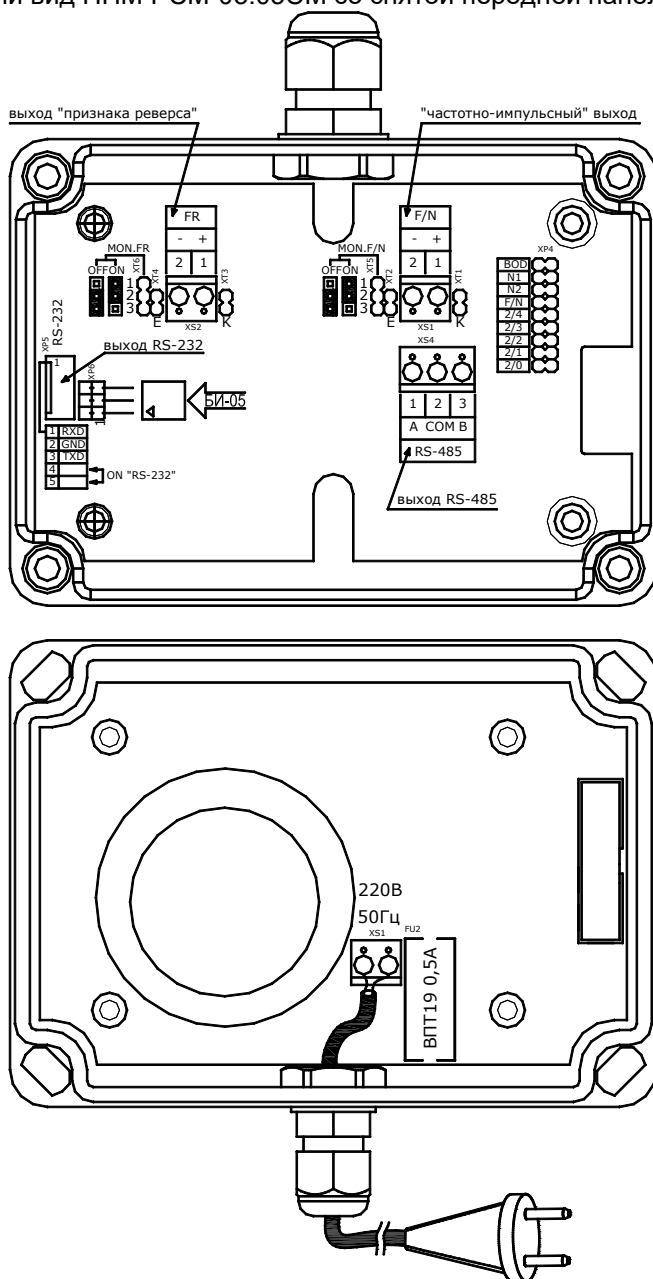

Рис. 8.7
8.4.1 Для проведения монтажа необходимо отвернуть 4 винта на передней панели ППМ и снять переднюю панель. После этого освобождается доступ к разъемам и клеммникам для подсоединения внешних цепей (см. рис. 8.7).
8.6.2 Проверить правильность монтажа электрических цепей в соответствии с рис. 8.7.
8.6.7 Для визуального просмотра измеренных параметров информация из расходомера может быть считана по последовательному интерфейсу RS-485 или RS-232C. Для работы по последовательному интерфейсу RS-485 (RS-232C) необходимо снять переднюю панель расходомера, активировать нужный тип интерфейса (RS-485 или RS-232C) и подключить к разъёму RS-485 (RS-232C) кабель для связи с периферийными устройствами: IBM совместимым компьютером, контроллером, индикатором БИ-05 и т.д. (см. рис. 8.7). При работе по интерфейсу RS-485 подключение к компьютеру следует осуществлять через интерфейсный адаптер. Скорость обмена с расходомером может принимать значения 9600 или 57600 бит/сек.
Выбор интерфейса обмена осуществляется путём установки/снятия джампера на контакты **4-5 (ON RS-232)** (поле **XP5**, см. рис. 8.7):
Осуществляется путём установки/снятия джампера **BOD** (поле **XP4**, см. рис. 8.7):
Осуществляется путём установки/снятия джампера **F/N** (поле **XP4**, см. рис. 8.7):
8.10.1 Конфигурация выходного каскада выбирается путём установки/снятия джамперов **XT1**, **XT2** на плате коммутации (см. рис. 8.7, 8.8, таблицу 8.2)
8.10.2 Конфигурация каскада сигнала признака реверса выбирается путём установки/снятия джамперов **ХТ3, ХТ4** на плате коммутации (см. рис. 8.7, 8.8, таблицу 8.3).
8.11.3 Установка контроля обрыва линии выходного сигнала и линии сигнала признака реверса осуществляется путём установки в требуемое положение джампера **ХТ5 (ХТ6)** для линии сигнала признака реверса) (см. рис. 8.7):
Установка сетевого адреса расходомера осуществляется путём установки/снятия джамперов **2/0...2/4** (поле **ХР4**, см. рис. 8.7). Сетевым адресом расходомера является пятибитное двоичное число. Младший разряд адреса устанавливается джампером **2/0**, старший – джампером **2/4**. «1» соответствует состоянию джампера ON, «0» соответствует состоянию джампера OFF.
Установка контроля обрывов и коротких замыканий в цепи возбуждения ППР расходомера осуществляется путём установки/снятия джампера **N1** (поле **XP4**, см. рис. 8.7)
- отвинтить винты на верхней крышке и снять ее (вид расходомера со снятой верхней крышкой приведен на Рис. 8.7);